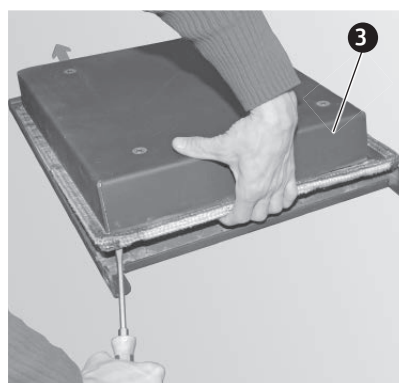

Fig. 15 Retirer le vantail de porte complet et le revisser tourné de 180°
- ▶ Pour la porte du foyer, retirer quatre vis du vantail de porte et enlever le vantail complet (Fig. 15), tourner de 180° et revisser avec des vis de fixation.